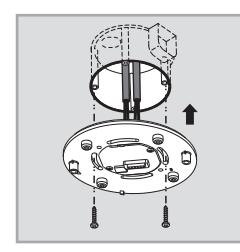

Рис. 15
3.3.3.3 Установите силовую коробку в стандартную распределительную коробку, а затем скрепите их двумя винтами (см. рис. 15).